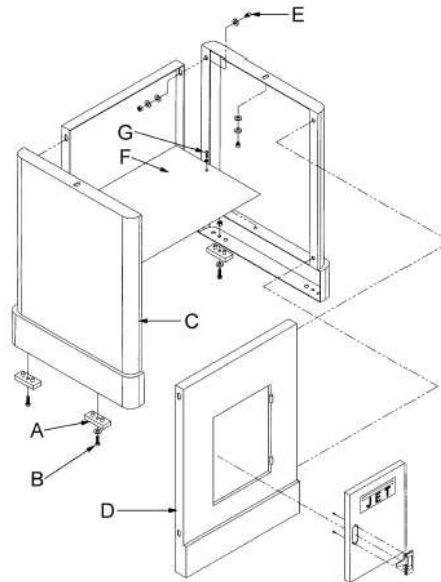

Fig 1
Montieren Sie die vier Gummifüße (A, Fig.1) auf die Untersatzseitenteile mittels der gemeinsam verpackten 4 Schrauben, 4 Scheiben und 4 Sechskantmuttern.
Verbinden Sie die Seitenteile (C, Fig 1) mit dem Frontblech (D) mittels 4 Sechskantschrauben, 8 Scheiben, 4 Federscheiben und 4 Sechskantmuttern(E).